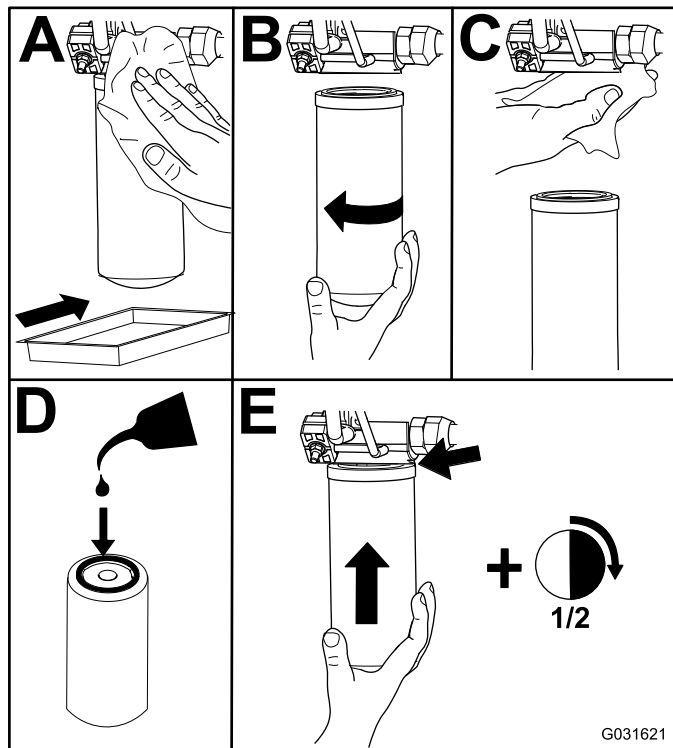

Рисунок 97
2. Замените гидравлические фильтры (Рисунок 97).